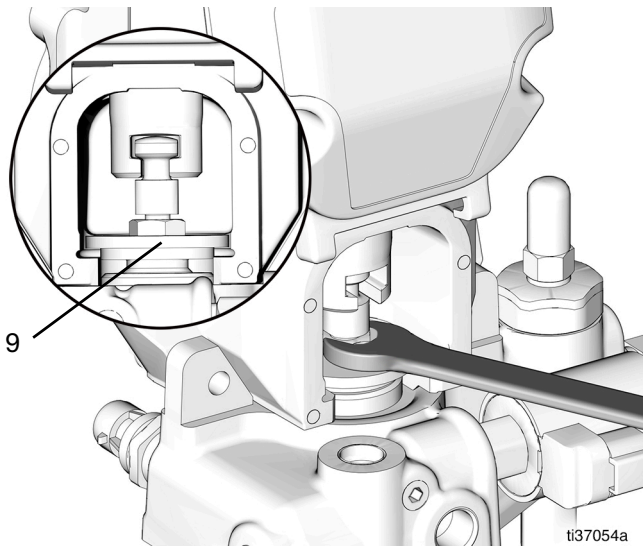

图 69
29. 用扳手拧紧固定螺母 (9) (直至力矩达到 30 英尺-磅/40.1 N•m) 以确保紧固 (图 69)。